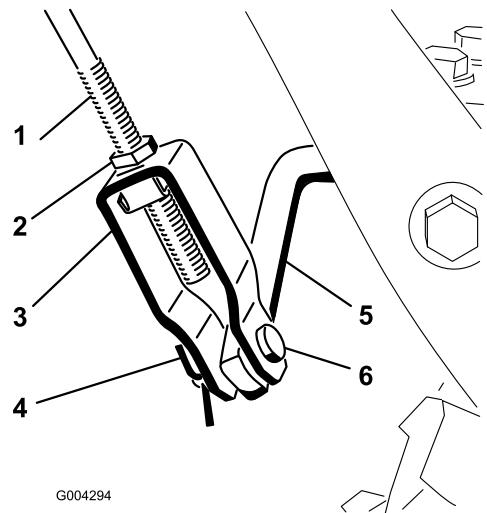

Рисунок 8
1. Отпустите контргайку над вилкой на верхнем штоке управления (Рисунок 8).
2. Совместите отверстия вилки и нижнего рычага управления; вставьте в них штифт с головкой (Рисунок 8).
- C. Перемещайте вилку вверх или вниз для того, чтобы увеличить или уменьшить расстояние между верхом ручки для захвата и нижней частью рычага управления приводом шнека/крыльчатки (Рисунок 8).
6. Когда регулировка закончена, вставьте штифт вилки и законтрите его шплинтом (Рисунок 8).
7. Затяните контргайку для фиксации вилки (Рисунок 8).